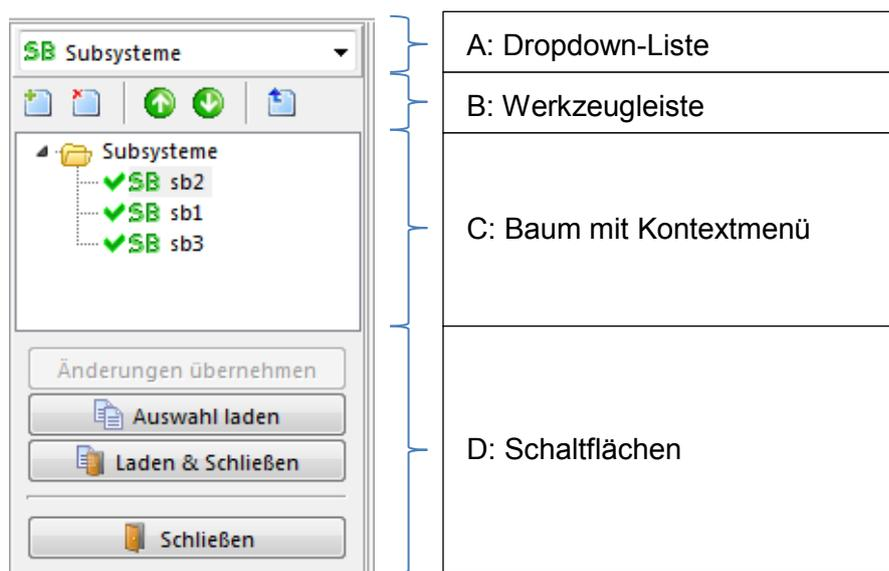

Abbildung 10: Navigationsfenster im Bibliotheksfenster
Das Navigationsfenster (Abbildung 10) stellt in vier Bereichen die folgenden Aktionen und Steuerelemente bereit:
- Im Navigationsfenster wurde ein Objekt der höchsten angezeigten Hierarchieebene (Subsystem, Block oder Element) mit der Maus markiert. Dieses ist das zu ladende Objekt, in Abbildung 10 ist es das ausgewählte Subsystem „sb2“.